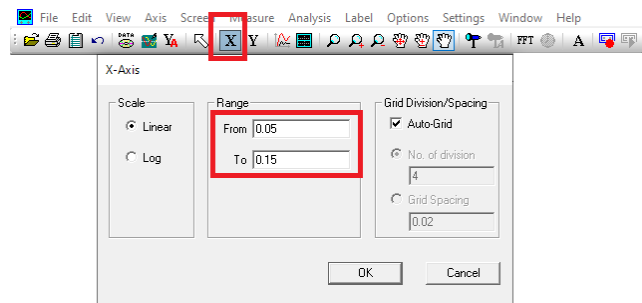

Figura 3 – Configurações do eixo X no simulador do PSIM.
tempos do *Print Time* e *Total Time*, respectivamente, conforme Figura 3. Observe que o intervalo de tempo considerado para o eixo X é igual 0,10 s que corresponde a 6 ciclos de uma onda em 60 Hz. É sobre esse número inteiro de ciclos em regime permanente que se deseja calcular o valor *rms*.
- Normalmente os indutores não são dispositivos ideais com apenas indutância, mas seu enrolamento tem uma componente resistiva. Considere o valor de resistência em série igual a  $R_{L_1} = 30 \Omega$  para cada indutor na associação  $R_9$  e  $L_3$ , do circuito da Figura 3. Repita a operação para resistências de cada indutor,  $R_{L_2} = 60 \Omega$  e  $R_{L_3} = 200 \Omega$ .